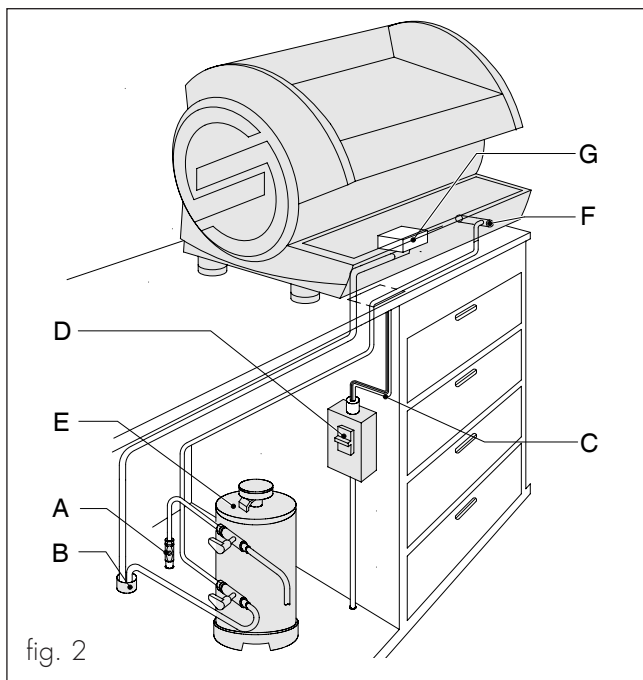

fig. 2
Open het kraantje van het waternet (A) (fig. 2).
Sluit de veiligheidsschakelaar (D) (fig. 2).